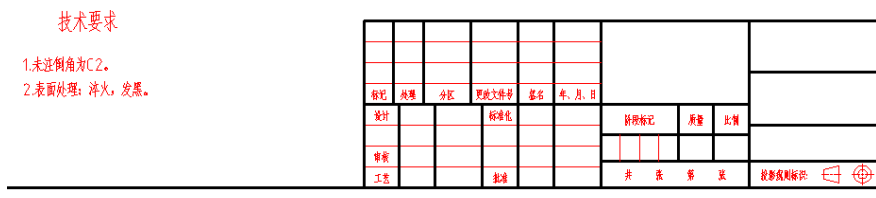

图 8-102 添加技术要求
(33) 插入技术要求。单击“多行文字”按钮 ，在如图 8-102 所示的地方添加技术要求文本。